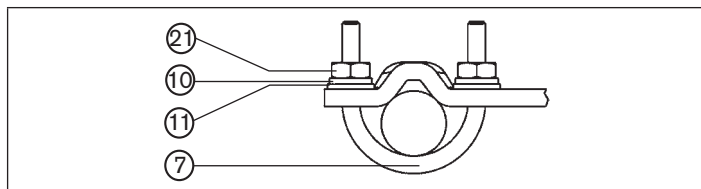

Fig. 11 : Fixer le positionneur avec l'équerre de montage pour les actionneurs avec portique
- Fixer l'équerre de montage avec les tiges en U (7), les rondelles (11), les rondelles élastiques (10) et les écrous hexagonaux (21) sur le portique (voir « Fig. 11 »).